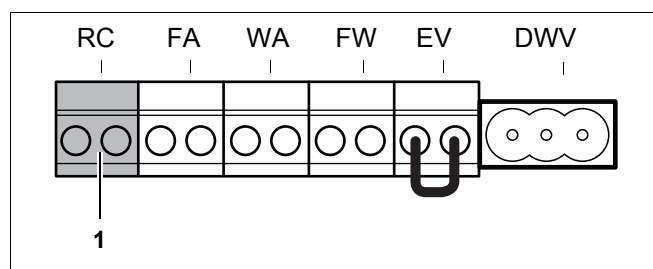

Fig. 30 Regletă Telecomanda de cameră RC și EMS-Bus (culoare de racord portocalie)
- Racordați aparatura de reglare Logamatic RC20, RC35 sau aparatura de reglare în cascadă Logamatic 4121, 4122 la borna RC (fig. 30, poz. 1). Folosiți pentru aceasta un cablu de curent electric cu 2 conductori de 0,4 bis 0,75 mm² fiecare.
- Realizați racordul modulului la EMS-Bus când faceți montajul extern al modulului la borna RC (fig. 30, pagina 29).
- Realizați racordul pentru EMS-Bus la borna RC (fig. 30, pagina 29).